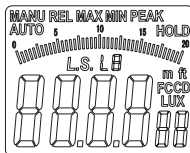

Abbildung 6
- Halten Sie die „MAX/MIN/LS“-Taste für eine Sekunde gedrückt, und der LS-Wert wird auf dem LCD-Display angezeigt (siehe Abbildung 6). Das Messgerät befindet sich nun im Quellenauswahlmodus. Drücken Sie „REL/PEAK“ oder „HOLD/ZERO“, um die Lichtquelle (L0-L9) zu ändern. Halten Sie die Taste gedrückt, um die Änderung zu beschleunigen. Drücken Sie „RAN“ erneut, um zum vorherigen Schritt zurückzukehren.